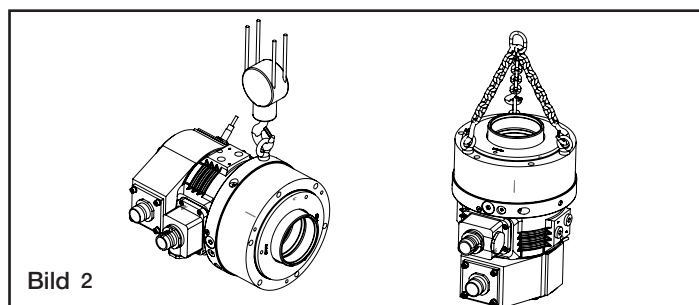

Bild 2
- 1.5 **ANBAU DES HOHLSPANNZYLINDERS.** VNK-Zylinder können durch Befestigungsschrauben von hinten am Flansch befestigt werden (Bild 2). Dies erlaubt in vielen Fällen den Anbau des Spannzylinders direkt an die Maschinenspindel und somit näher an das hintere Spindellager.
Wichtig: der Zylinder darf nur durch eine Hebeeinrichtung bewegt werden. Je nach Einbaulage des Zylinders (horizontal oder vertikal) kann es notwendig sein, Kranschlingen (Hebegurte) oder Anschlagketten mit Transportschrauben (Ringschrauben) zu verwenden (siehe Bild 2).